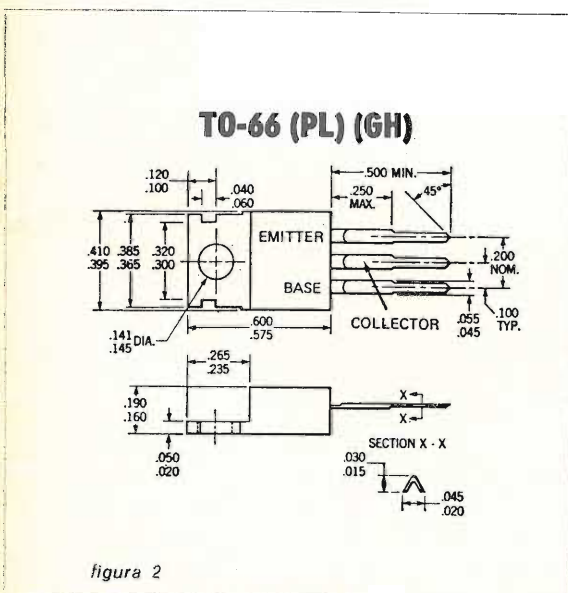

figura 2
- 2) Perché il contenitore TO66 plastico non ha la base al centro tra collettore ed emettitore come molti altri transistor? (figura 2). E che sigla ha il contenitore di figura 3?